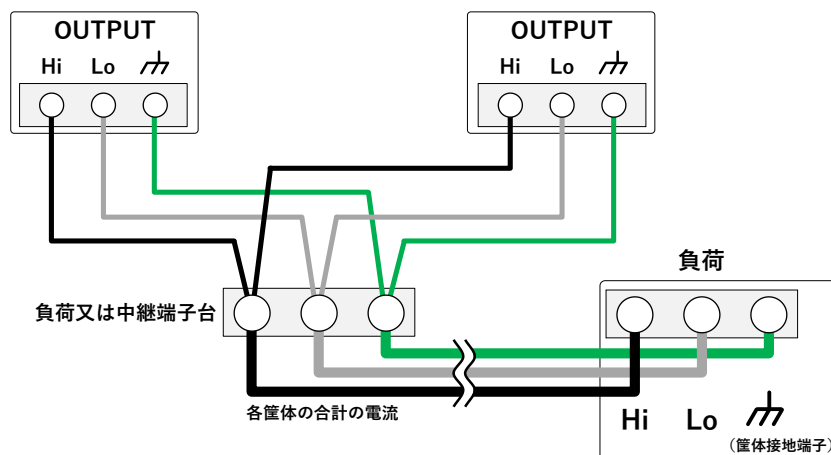
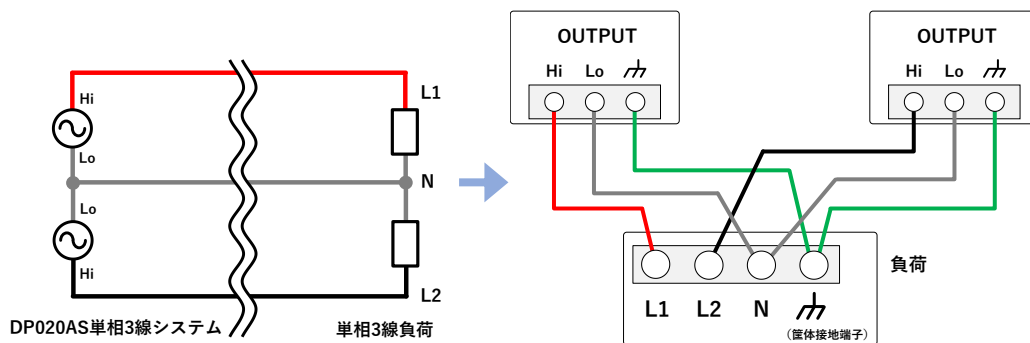
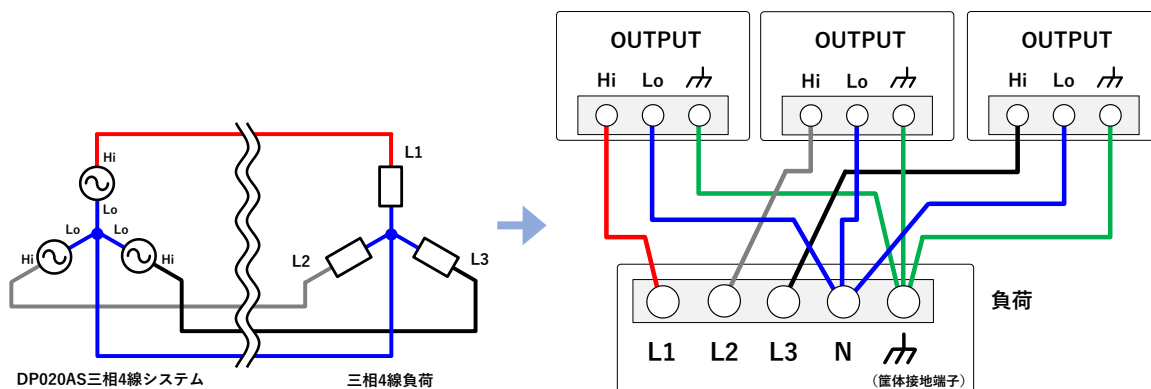

図 2-6 単相 2 線, 2 台での出力結線
図 2-7 単相 3 線システムの接続
図 2-8 三相 4 線システムの三相 4 線接続
各相をブーストアップする場合, 図 2-7, 図 2-8, 図 2-9 にあるそれぞれの OUTPUT 端子がブーストアップ接続した出力端子になります。ブーストアップ接続については図 2-6 参照してください。
3. 図 2-6, 図 2-7, 図 2-8, 図 2-9 を参考に、出力端子と負荷をケーブルで接続します。各筐体出力端子の Hi 端子に電圧線を接続します。